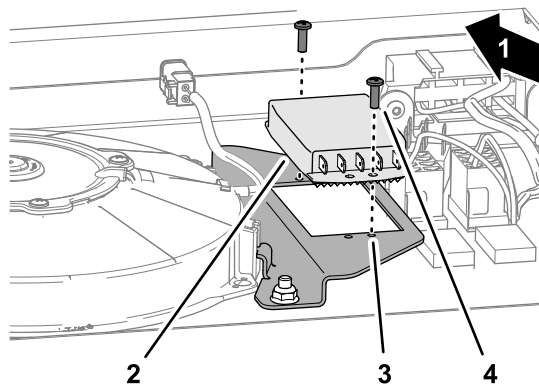

Figure 6
- Placez le contrôleur devant la bride du support long du ventilateur en orientant les bornes électriques vers l'arrière de la machine (**Figure 6**).
- Fixe le contrôleur du ventilateur à la bride du support long (**Figure 6**) à l'aide de 2 vis autotaraudeuses (n° 8 x 3/8").